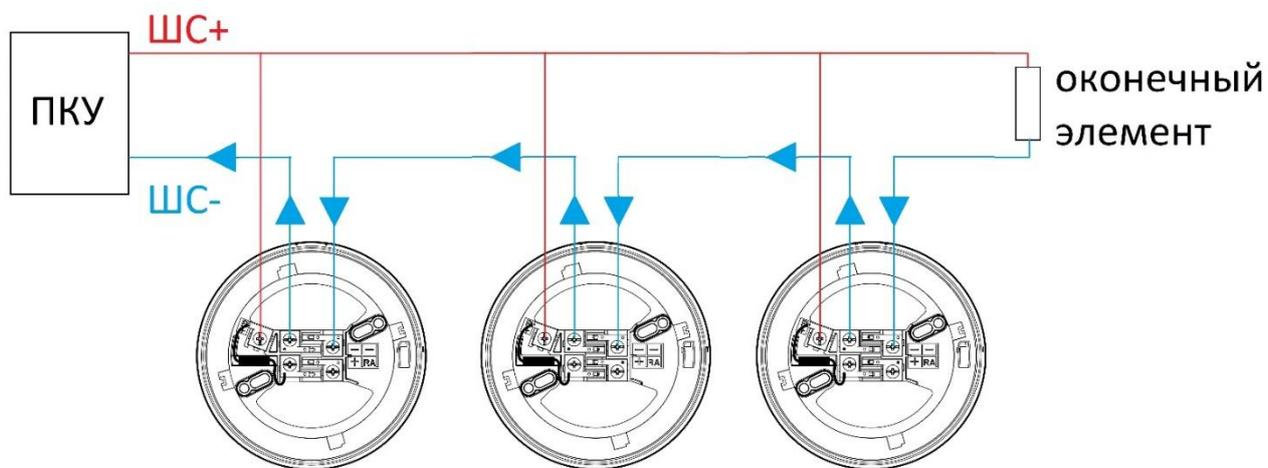

Рисунок 2.2
2.1.8 Отрицательный провод ШС подключается к двум клеммам, обозначенным знаком "-". Эти контакты идентичны, и замыкаются между собой только в случае установки извещателя в базу. Указанный способ подключения извещателя обеспечивает выдачу на ПКУ извещения о неисправности в случае отделения извещателя от базы (разрыв ШС), если на конце ШС установлен оконечный элемент (см. Рисунок 2.2).